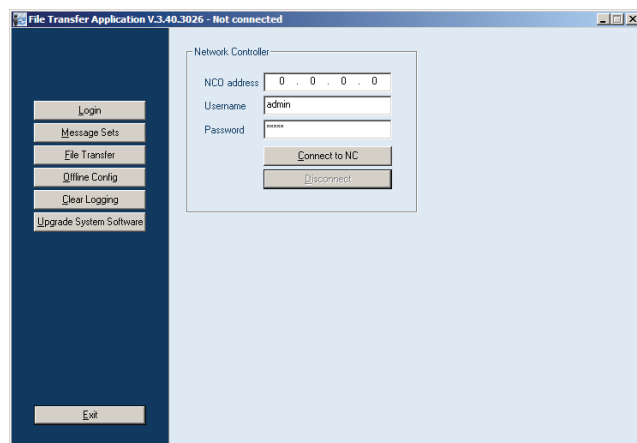

Abb. 36.4: Eine Verbindung zum Netzwerkcontroller aufbauen
- 8 Rufen Sie *Start > Programme > Bosch Praesideo > FT-Anwendung* auf, um die Praesideo Anwendung *Dateiübertragung* zu starten. Es erscheint ein Bildschirm, der dem in Abb. 36.4 ähnelt.